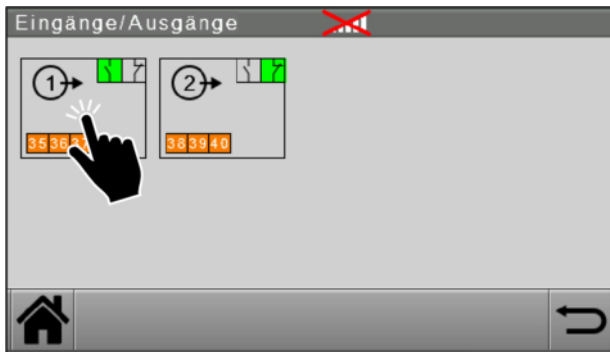

Abb. 80: Eingänge / Ausgänge
1. Ausgang 1 oder 2 wählen (siehe Abbildung 80).